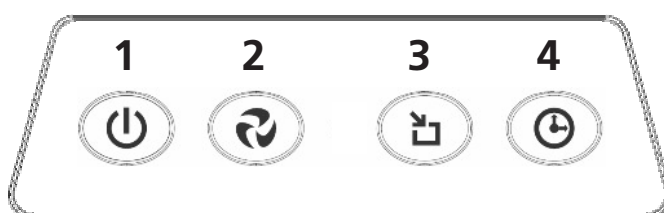
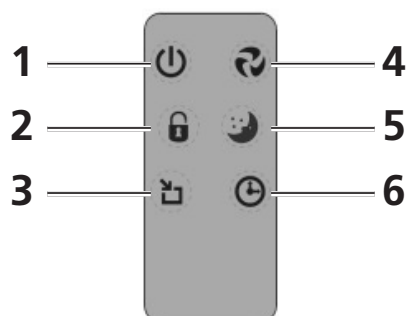

Figura 3
Figura 4
1. Riporta la potenza predisposta nel ventilatore. Premendo il tasto 2 (figura 3) o il tasto 4 del telecomando (figura 4) è possibile regolare la potenza del ventilatore. Premendo più volte questo tasto, la potenza del ventilatore passerà da BASSA (LOW) a MEDIA (MEDIUM) a ALTA (HIGH) e poi ritornerà a BASSA (LOW).